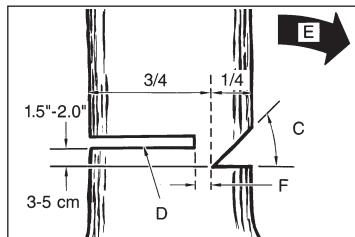

Рис. 11Б
Сделайте запил (D) с другой стороны дерева на 3-5 см выше края метки (F) (рис. 11Б)